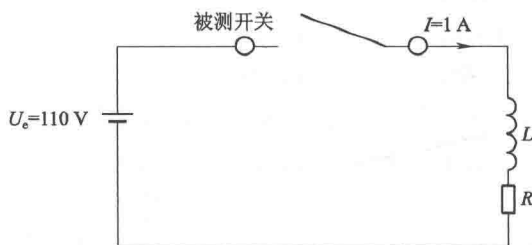

图 9-2 清除触头表面氧化膜电路图
- (1)日常检修制动控制器时,应注意检查触头内部及滚轮架(包括滚轮滚动)的动作是否灵活可靠。否则,应在触头滚轮轴芯及滚轮架轴芯部分加少许稀 6 号汽油机油,以增加触头动作的灵活性。
(3)应定期检测触头 S847W2A2b 的接触电阻,采用低电阻测试仪(如固纬 GOM-801G)测量,测量电流不小于  $1\text{ A}$ 。触头的接触电阻应小于  $500\text{ m}\Omega$ ,如果接触电阻较大,可按图 9-2 电路接线,分断  $1\text{ A}$  左右时间常数  $\tau$  为  $20\sim 50\text{ ms}$  的感性电流负载,用分断弧光清除表面氧化膜,减小接触电阻。